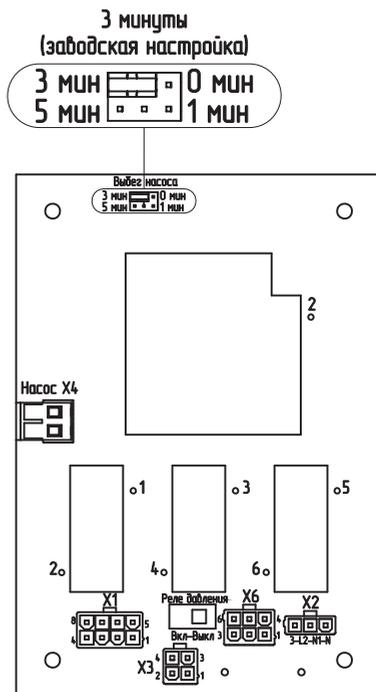

Рис. 8 Положение переключки задержки выключения насоса
- Изменить положение перемычки в разъеме контроля выключения насоса как показано на рисунке Рис. 8.